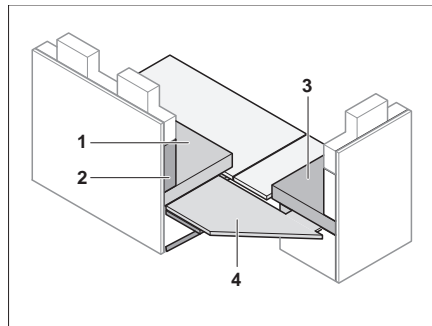

Bild 130 Verstärkungsplatte einsetzen
- Verstärkungsplatte (Bild 130,4) auf Sitzbankverlängerung auflegen.